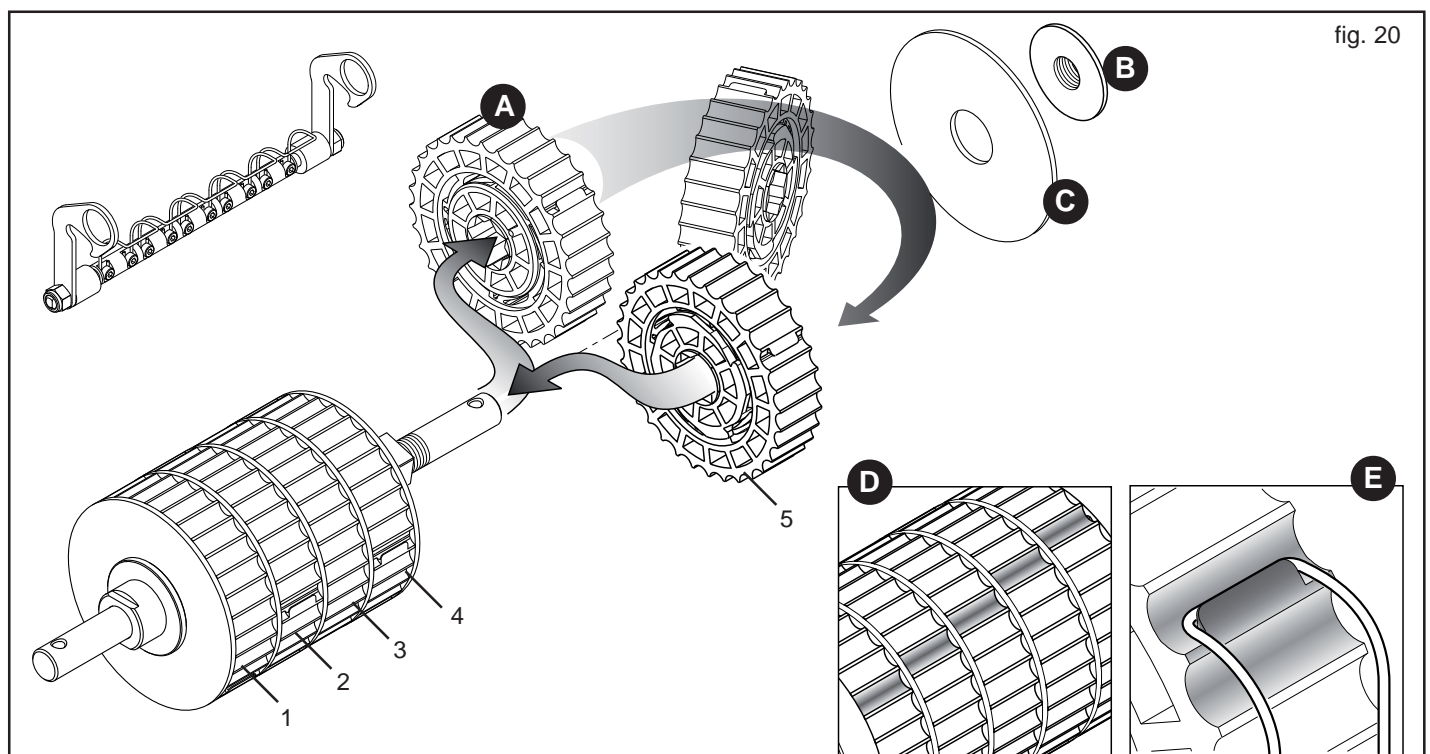

fig. 20
D'abord, pour chaque secteur (A, Fig. 20) qui distribue le 20% de produit de l'ensemble distributif, il est possible d'augmenter les secteurs en travail et de réduire la vitesse de rotation de la boîte de vitesse, en obtenant une distribution homogène.
Après avoir démonté le roulement de dosage de l'équipement, utiliser la clé en dotation pour dévisser la pommelle (B, Fig. 20) et enlever l'embout de blocage (C). Ôter le secteur ou les secteurs à activer et monter renversés de 180° en respectant les positions (1-2-3-4-5, Fig. 20).
Pour monter les secteurs, faire de façon que ceux qui sont actifs présentent les gorges distributives ne soit pas alignées (D, Fig. 20), pour garantir la continuité de la distribution. Monter l'embout de blocage, serrer la pommelle avec la clé en dotation et monter le roulement sur l'équipement.
Bloquer l'élément nettoyeur dans la position de travail, en vérifiant que les ressorts crochètent les respectifs secteurs exclus (E, Fig. 20) en bloquant la rotation et donc la distribution.